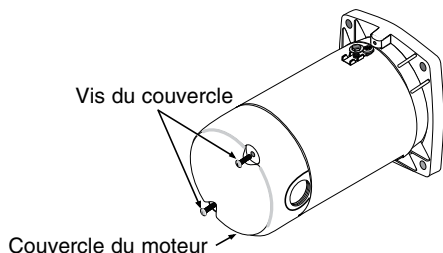

Figure 6 : Dépose du couvercle du moteur
7. Brancher les conducteurs transporteurs de courant sur les bornes L1 et L2 qui se trouvent sous le carter du moteur. Lorsque l'on remplace le moteur, comparer le schéma de câblage de la plaque signalétique par rapport à la Figure 6. Si le schéma de câblage du moteur ne correspond pas au schéma de la Figure 6, suivre le schéma de câblage du moteur.
**IMPORTANT :** Les modèles monophasés fonctionnant sur le 115/230 volts sont expédiés de l'usine câblés pour fonctionner sur le 230 volts. Si le courant d'alimentation est de 115 volts, déposer le carter du moteur et rebrancher le moteur comme il est illustré à la Figure 6. Ne pas essayer de faire fonctionner un moteur comme il est reçu sur le courant de 115 volts.